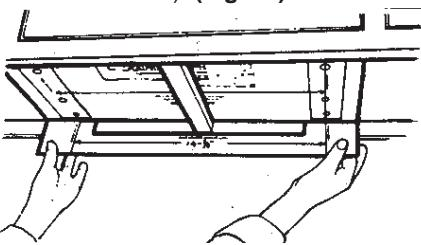

FIG. 12
- Posicione la Plantilla 2. (La línea de corte a lo largo del extremo frontal de la Plantilla se deberá colocar contra la parte trasera del riel frontal). (Fig. 12)